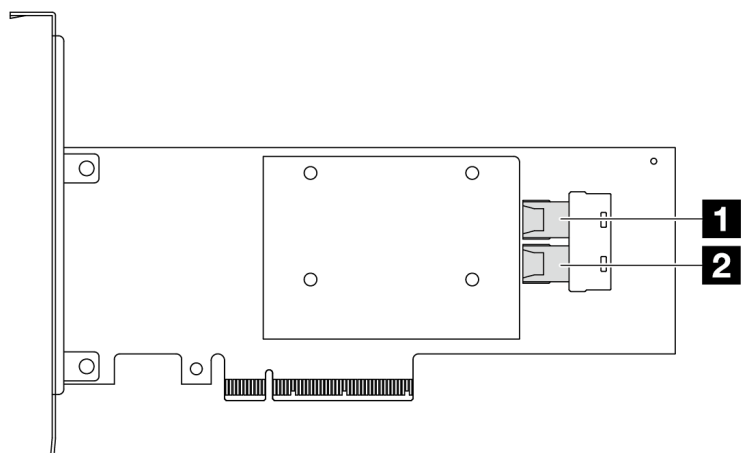

图 296. Gen 3 8i SFF RAID/HBA 适配器 (两个端口接口)
- 第 292 页图 296 “Gen 3 8i SFF HBA 适配器（两个端口接口）”